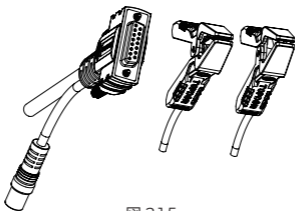

図 2.1.5
10. DB15 メスコネクタとバッテリークランプを備えたバッテリーテストケーブル。（図 2.1.5 を参照）